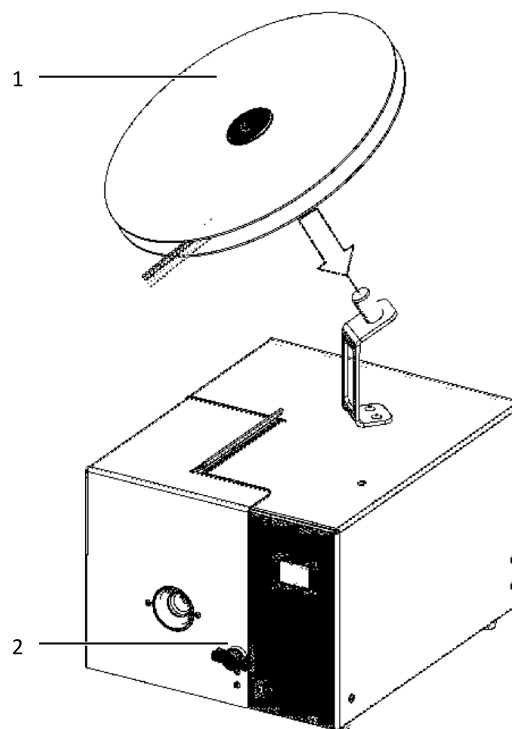

Abb. 4: Gurtrolle einlegen
- Gurtrolle (vgl. Abb. 4, Pos. 1) aufsetzen, dass ein Abrollen im Uhrzeigersinn sichergestellt ist.
- Drehriegel (vgl. Abb. 4, Pos. 2) öffnen und Klappe zur Seite schwenken. Transportstift muss sich ganz unten befinden!